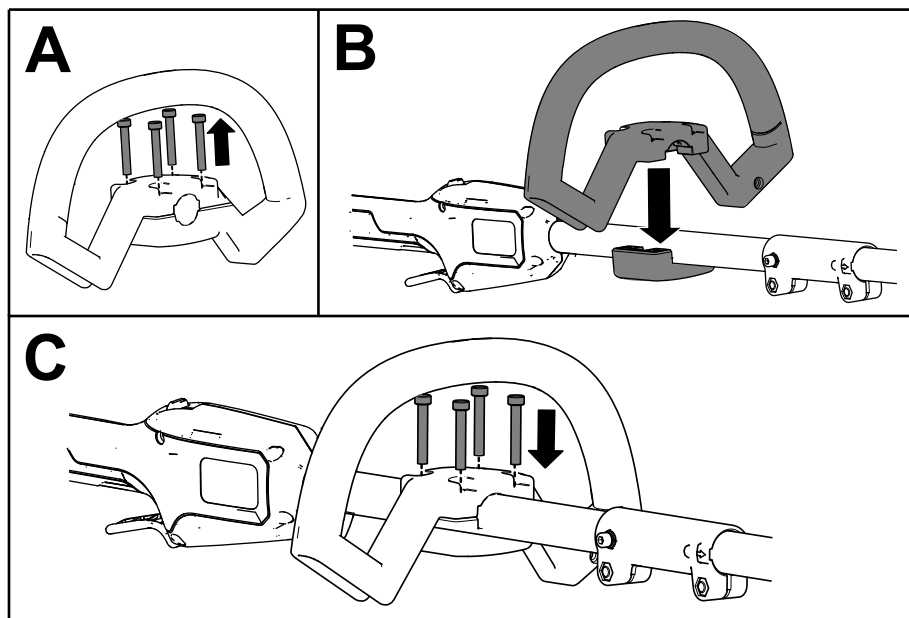

Figure 4
1. Séparez la poignée auxiliaire du support en retirant les 4 vis à tête creuse à l'aide de la clé Allen fournie (A de la Figure 4).
2. Placez la poignée auxiliaire au-dessus de son support sur le manche (B de la Figure 4).
3. Fixez la poignée auxiliaire à son support à l'aide des 4 vis à tête creuse retirées précédemment (C de la Figure 4).